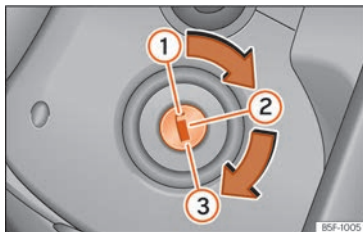

Fig. 240 Posiciones de la llave de contacto.
»» fig. 240.
- Extraiga la llave de encendido en la posición ① »» fig. 240 »» ⚠.